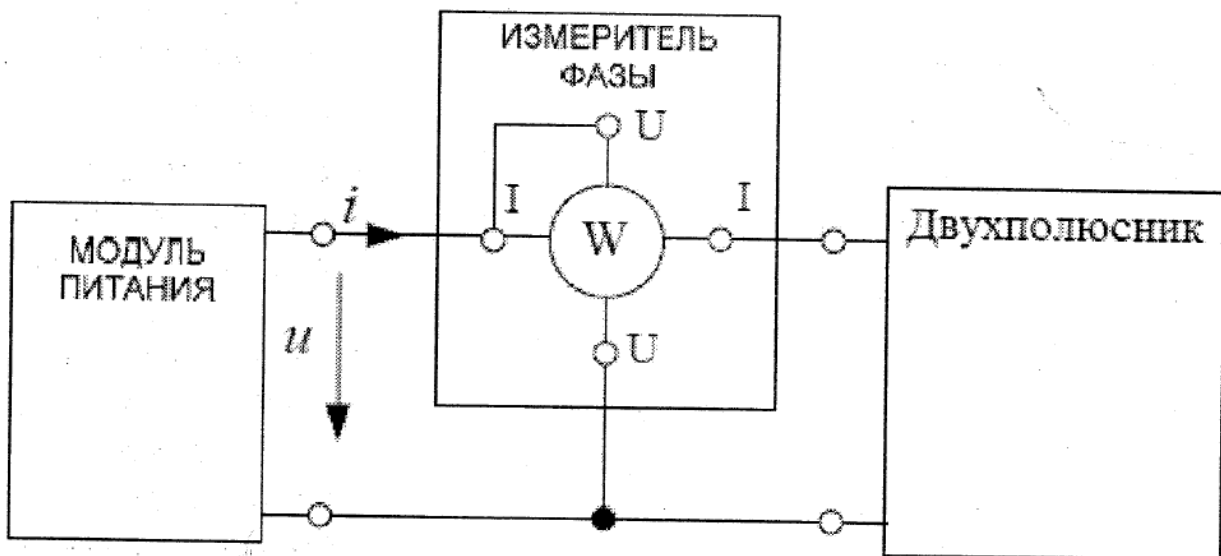

Рис. 3. Экспериментальная схема
- 2) Собрать электрическую цепь по схеме, приведенной на рис. 3. В качестве источника питания используется источник переменного напряжения модуля питания. Подключить к схеме двухполюсник R-C.